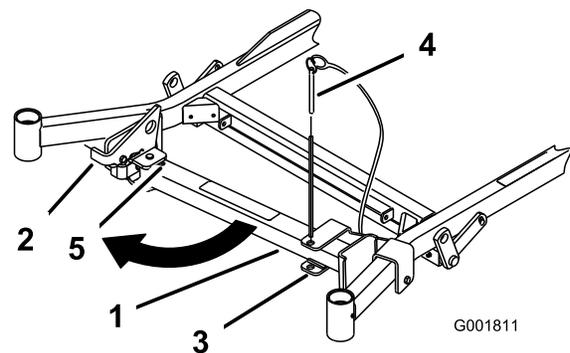
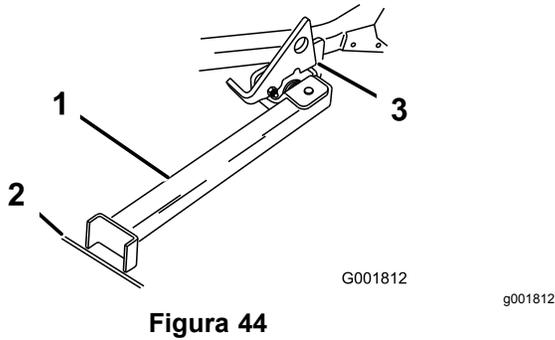

Figura 43
Figura 44
2. Retire o pino do suporte (Figura 43).
- Rode o pé do apoio e deslize-o em direção à máquina, no fundo da ranhura (Figura 43 e Figura 44).
- Coloque o pé do apoio no terreno e pouse o trinco na patilha rotativa (Figura 44).
**Nota:** Para obter melhores resultados, coloque o pé do apoio nos passeios ou na relva (Figura 44).
- Conduza a máquina para o apoio. Pare quando o trinco passar pela patilha para posição bloqueada (Figura 44).
- Coloque novamente o apoio na posição de descanso (Figura 43).